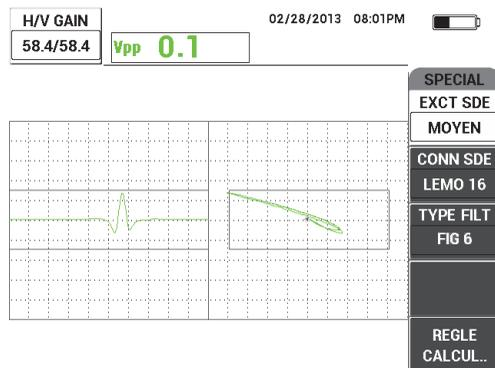

Figure 5-66 Réglage du gain
7. Appuyez sur la touche GAIN (**dB**), et puis réduisez le gain horizontal pour que le signal de l'encoche soit contenu à l'intérieur de la première division horizontale (horizontal à 10 %) [voir la Figure 5-66 à la page 188].